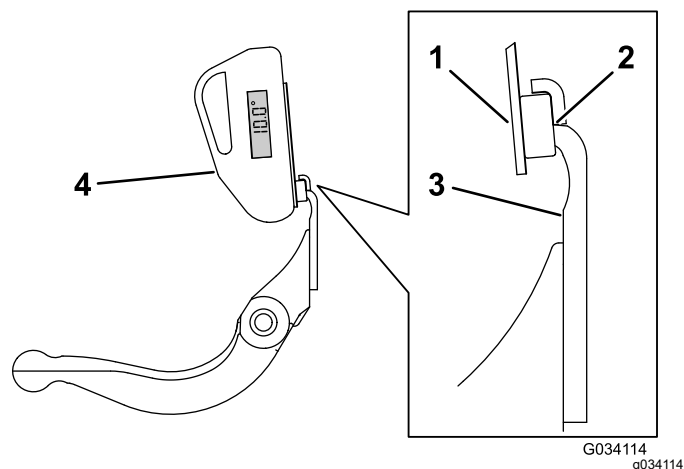

Рисунок 33
3. Установите крепление индикатора угла на кромке неподвижного ножа так, чтобы кромка магнита совпала с кромкой неподвижного ножа (Рисунок 33).
4. Установите индикатор угла на крепление, как показано на Рисунок 33.